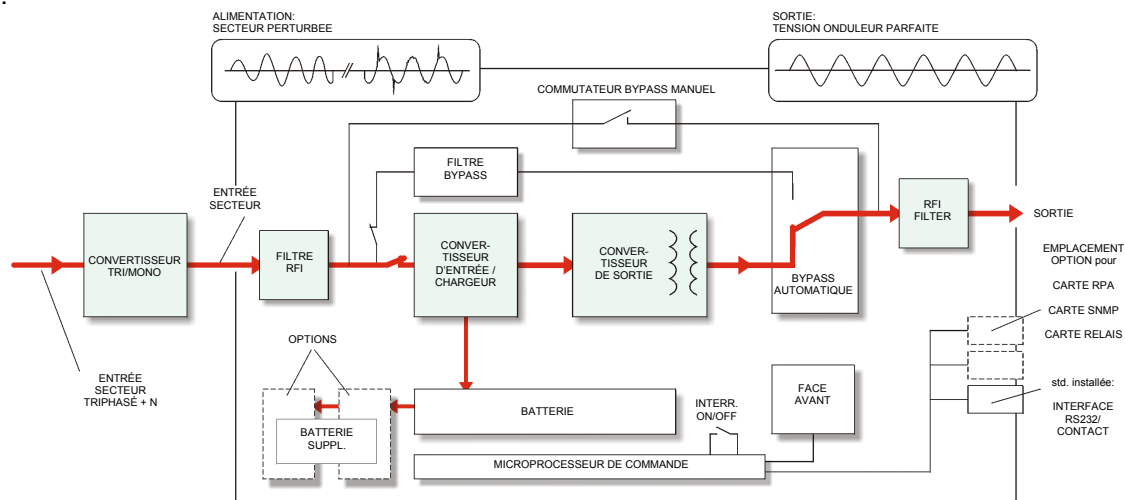

Figure 2. Schéma de l'onduleur LP 31T, secteur présent
L'énergie électrique est stockée sous forme de courant continu (DC) alors que le courant d'entrée et de sortie est sous forme de courant alternatif (AC). C'est pourquoi l'onduleur intègre un redresseur d'entrée (AC en DC) et un redresseur de sortie (DC en AC). (fig.2)